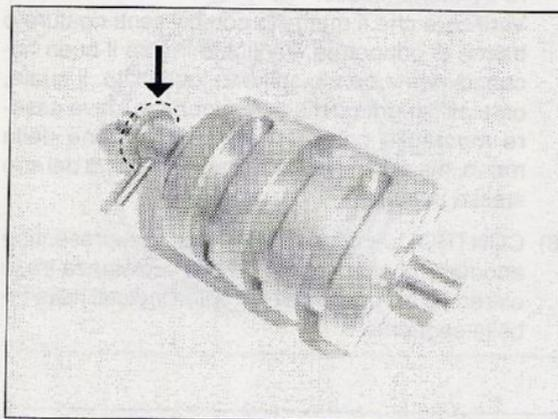

Fig. 32
- 4) RILEVARE la distanza del rasamento dell'albero desmodromico sia sul carter che sul pezzo e compensare la differenza con rondella di spessoramento disposta come indicato (Fig. 32). Il gioco assiale deve essere inferiore a 0,1 mm.
- 4) VERIFY the distance of the shim washers of the shift-cam both on the crankcase and on the part, if necessary compensate the difference using a shim washer as shown (Fig. 32). The end float must be less than 0,1 mm.